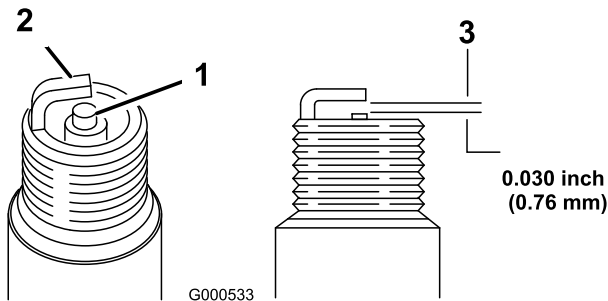

Figura 24
5. Defina a folga na vela para 0,76 mm; consulte Figura 24.